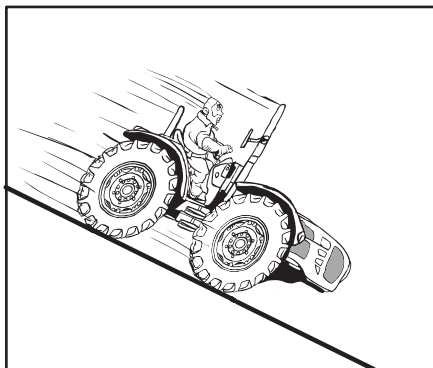

Abb. 2.23
- Immer anzeigen, wenn beabsichtigt wird, langsamer zu fahren, anzuhalten oder abzubiegen. Vor dem Fahren von Steigungen oder Gefällen einen niedrigen Gang einlegen (Abb.2.23).